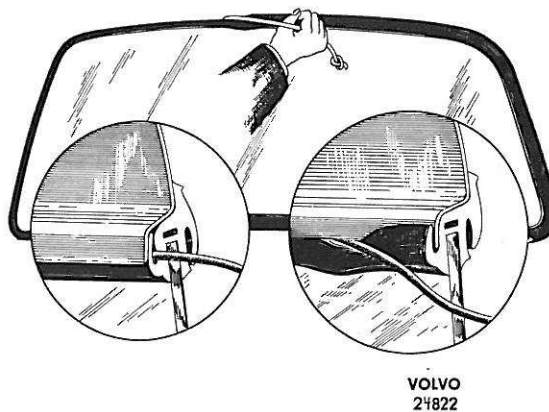

Figure 48. Pose du pare-brise et de la lunette arrière
4. Cadrer le pare-brise, chaussé de son joint caoutchouc. Bien appliquer la glace en tapant quelques fois dessus **avec la paume de la main gantée**. Retirer avec précaution le cordon, de l'intérieur de la voiture. La lèvre du joint caoutchouc vient alors s'agripper au bord de la tôle (figure 48). Il peut être nécessaire parfois d'ajuster la position du pare-brise en tapant dessus avec la paume de la main. S'il est difficile de dégager le cordon, c'est que le joint peut être endommagé et il faudra taper sur le pare-brise de l'intérieur de la voiture et faire le contraire si le joint caoutchouc ne s'agrippe pas au bord de la tôle.
3. Cadrer la glace, chaussée de son joint caoutchouc. Bien appliquer la glace en tapant quelques fois dessus **avec la paume de la main gantée**. Retirer avec précaution le cordon. La lèvre du joint caoutchouc vient alors s'agripper au bord de la tôle (figure 48). Il peut être nécessaire des fois d'ajuster la position de la glace en tapant dessus avec la paume de la main. S'il est difficile de dégager le cordon, c'est que le joint peut être endommagé et il faudra taper sur la glace de l'intérieur de la voiture et faire le contraire si le joint caoutchouc ne s'agrippe pas au bord de la tôle.